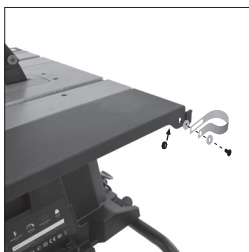

Abb. 24
- Befestigen Sie die Schlauchklammer an der Rückseite der rechten Seite der Seitentischverbreiterung, mit den Befestigungsteilen markiert als **F, H** und **M** **(Abb. 24)**.